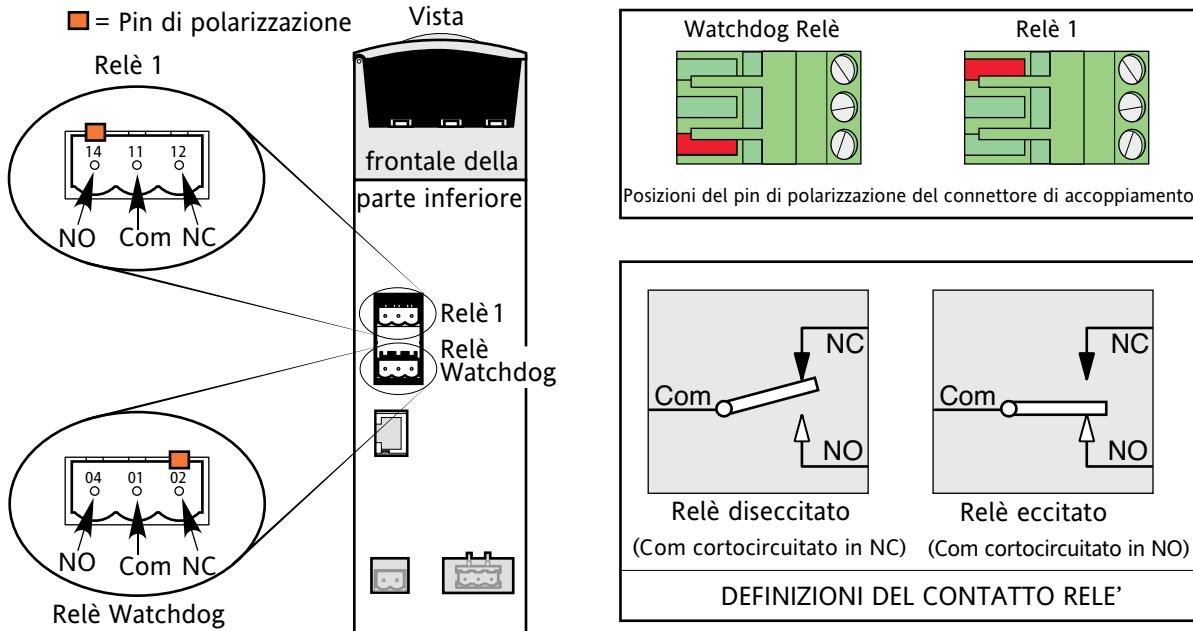

Figura 2.2.1d Piedinatura e posizione del connettore del relè.
Il relè di Watchdog è collegato ad un connettore nella parte inferiore del Modulo Driver (figura 2.2.1d).
Questo relè, fornito di serie, è posizionato accanto al relè di Watchdog (figura 2.2.1d). L'eccitazione/disecitazione della bobina del relè viene controllata dal software ed è totalmente configurabile dall'utente. I morsetti Normalmente aperto (NA) e Normalmente chiuso (NC) si riferiscono al relè nel suo stato di disecitazione. Nel caso in cui siano presenti Moduli I/O opzionali, sarà possibile aggiungere ulteriori relè per un numero massimo di tre (vedi figura 2.2.1c).